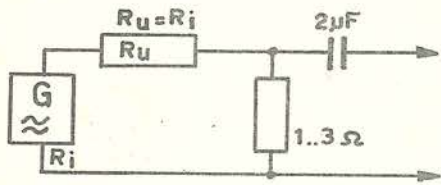

FIG. 1
**MF** - Signaalfrequentie 470 kHz. Het meetsignaal 30% in amplitude moduleren met 1000 Hz en via meetkop fig. 1 toevoeren aan de basis van vermelde transistoren.
MF - Signaalfrequentie 10,7 MHz: Het meetsignaal met een deviatie van  $22\frac{1}{2}$  kHz in frequentie moduleren en toevoeren via meetkop (fig.1) aan de basis van vermelde transistoren. Modulatie frequentie 1000 Hz.